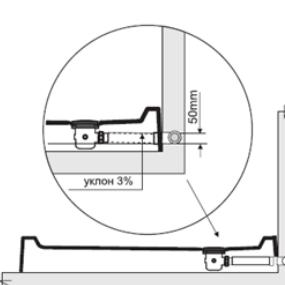

Рис.1
ВНИМАНИЕ! Монтаж душевой кабины производится только на полностью подготовленное место (рис. 1,2).
7. Для обеспечения слива воды из поддона канализационная труба должна быть ниже дна поддона. Уровень канализации не должен превышать 30 мм от пола до центра канализационной трубы (рис.1,2).